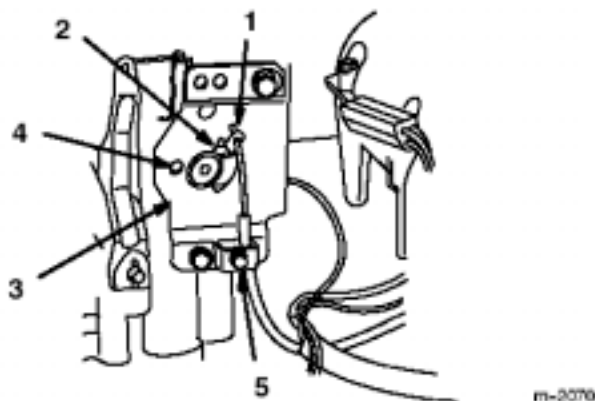

图5
- 1、将节气门控制杆置于块的位置。(图5)
- 2、将拉线芯的Z型钩穿入控制杆的孔内。(图5)
- 3、旋松拉线卡螺丝使拉线能够被装入线卡内，但不要紧固线卡。(图5)